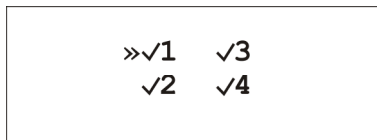

Рисунок 4.12 – Экран выбора номеров диагностируемых каналов
3. В меню "Каналы" (рис. 4.12) клавишами Δ, ∇ выбрать номера каналов участвующих в диагностике (установить флажок) при помощи клавиши \checkmark .